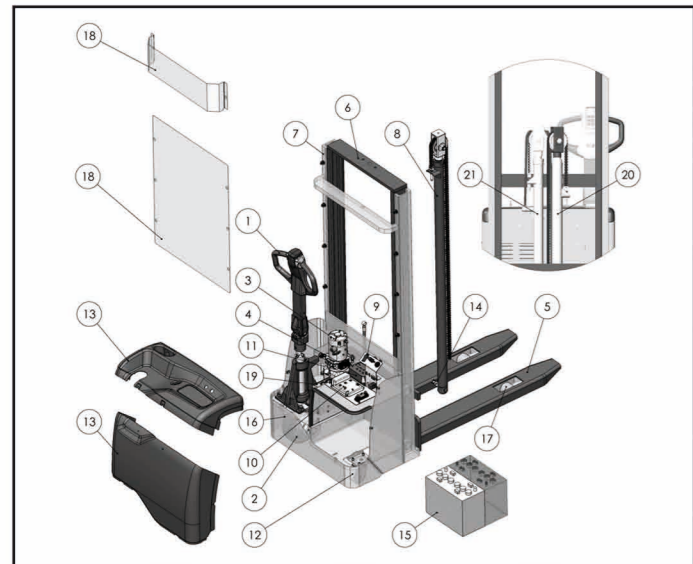
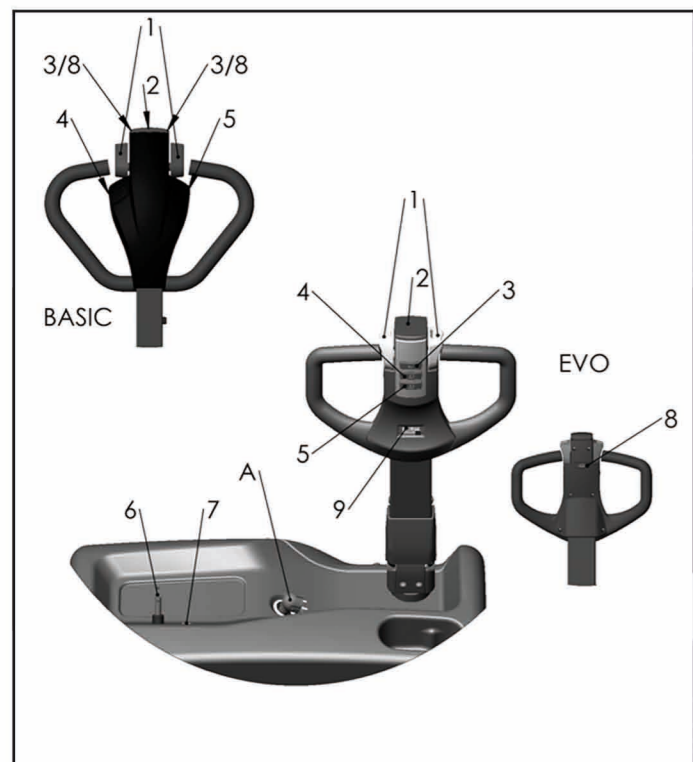
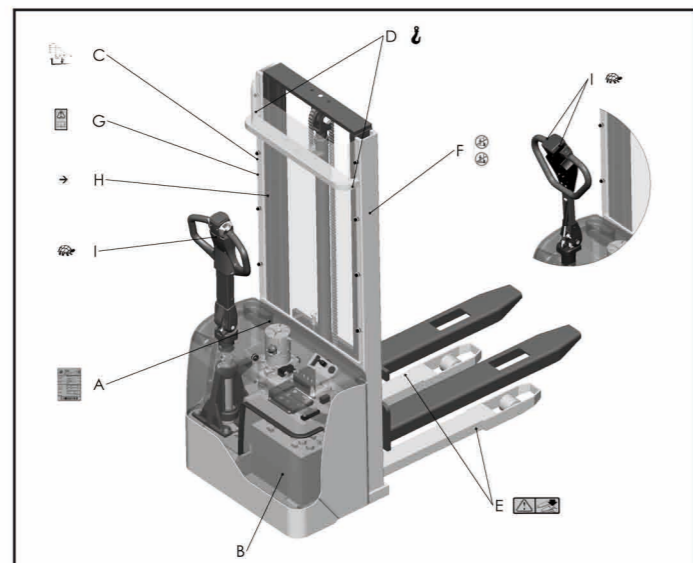

Fig.1 Abb.1 Kuva.1 ΦΙΓ.1
Fig.3 Abb.3 Kuva.3 ΦΙΓ.3
Fig.4 Abb.4 Kuva.4 ΦΙΓ.4
Per sollevare e abbassare le forche è sufficiente agire sui pulsanti di comando (rif.4.5/fig.3) del gruppo timone in modo che la motopompa (rif.3/fig.1) mandi l'olio idraulico dal serbatoio al cilindro di sollevamento. L'energia necessaria al lavoro effettivo è fornita dalla batteria (rif.15/fig.1). In caso di guasti al sistema elettrico o di esaurimento dell'energia stoccata nella batteria mentre il carrello ha le forche sollevate, è possibile farle scendere per spostare il carrello agendo sul sistema di sblocco manuale (RIF.4/FIG.1) installato sull'elettrovalvola.
Costruito secondo le norme in vigore è costituito da un variatore elettronico (rif.11/fig.1) programmabile (dotato di tutte le sicurezze e regolazioni) e da organi di comando azionabili dalla testata del timone. Le connessioni sono assicurate contro l'allentamento accidentale. I conduttori sono in rame, molto flessibili ed hanno la sezione adatta alle condizioni di funzionamento ed alle influenze esterne che possono verificarsi.
TARGHETTE (13.13) (vedi fig.4)
Per trasportare il carrello sono previsti due punti di imbracatura indicati dalle targhette "D" (fig.4), mentre il peso della macchina è indicato sulla targhetta di identificazione "A" (fig.4). Prima dell'imbracatura si raccomanda di rimuovere la protezione mani superiore (Rif.18, fig.1) per evitarne la rottura. Rimontare la protezione prima della messa in funzione della macchina. E' buona norma, durante il trasporto, assicurare saldamente il carrello in modo che non possa capovolgersi. Verificare che dalla batteria (se presente) non fuoriescano acido o vapori.
Prima di iniziare la carica verificare l'integrità dei conduttori. Collegare la spina del carica batterie (A) alla rete (vedi fig.3). A fine carica il caricabatterie interrompe l'erogazione di corrente illuminando la spia verde. Staccare la spina (A) dalla rete. Una ricarica normale richiede dalle 10 alle 12 ore. E' preferibile ricaricare la batteria alla fine delle ore di utilizzo del carrello. Il caricabatterie è concepito per assicurare una carica di mantenimento per un certo tempo dopo la carica completa. Non esiste il rischio di sovraccarica quindi non è necessario staccare il caricabatterie dopo la totale ricarica.
- Interrompere l'utilizzo del carrello qualora lo stato della batteria (rif.7/fig.3) segnali circa il 20% di carica disponibile e porlo in ricarica.
Per l'utilizzo in spazi angusti oppure per movimentare con precisione e sicurezza merci delicate, è possibile ricorrere all'uso in modalità "tartaruga". La modalità tartaruga è utilizzabile solo con il timone di comando completamente sollevato. Per le operazioni in modalità a velocità ridotta tenere premuto il tasto apposito (rif.8/fig.3) su cui è riportato il pittogramma di una tartaruga e agire sui comandi per la traslazione e il movimento delle forche come fatto nelle operazioni in modalità standard.